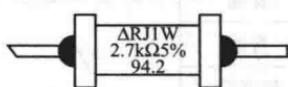

图 1-5 电阻器的直标法
(1) 直标法。直标法主要用在体积较大(功率大)的电阻器上,它将标称阻值和允许偏差直接用数字标在电阻器上。例如,在图 1-5 中所示电阻器采用直标法标出其阻值为  $2.7\text{k}\Omega$ , 允许偏差为 5%。